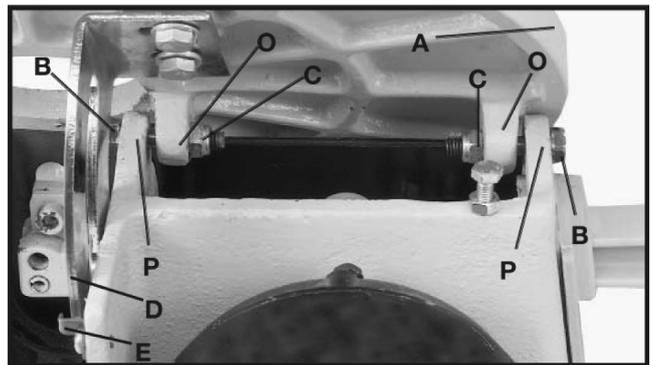

Fig. 7
5. Coloque a bancada (A) Fig. 7 na máquina conforme mostrado. Alinhe os dois furos dos munhões da bancada (O) com os dois furos na base (P) da máquina. **OBSERVAÇÃO: ANTES DE APERTAR OS PARAFUSOS ESPECIAIS M6x1x45mm (B) E AS CONTRAPORCAS M6 (C) FIG. 7, VERIFIQUE SE O MEDIDOR DE INCLINAÇÃO (D) ESTÁ POSICIONADO DENTRO DO PONTEIRO (E) CONFORME MOSTRADO. ALÉM DISSO, NÃO APERTE COMPLETAMENTE OS PARAFUSOS ESPECIAIS M6x1x45mm (B) E AS CONTRAPORCAS M6 (C). É PRECISO QUE A BANCADA POSSA SE INCLINAR LIVREMENTE.** Prenda a bancada (A) à base (P) usando os dois parafusos especiais M6x1x45mm (B) e as contraporcas M6 (C) conforme mostrado.